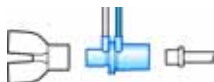

Figura 5-7. Installazione del sensore di flusso neonatale
1. Per tutte le modalità, ad eccezione della modalità nCPAP-PS, montare un sensore di flusso tra il raccordo a Y del circuito paziente e il raccordo di collegamento al paziente (Figura 5-7).